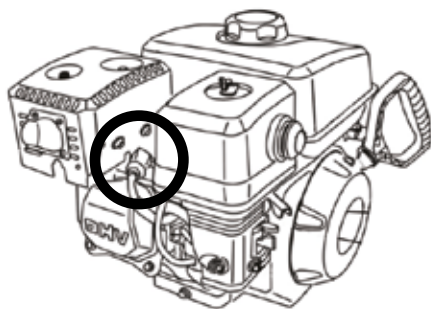

Рис. 13
1. Отсоедините провод от свечи, свечным ключом отверните свечу (**рис. 13**).